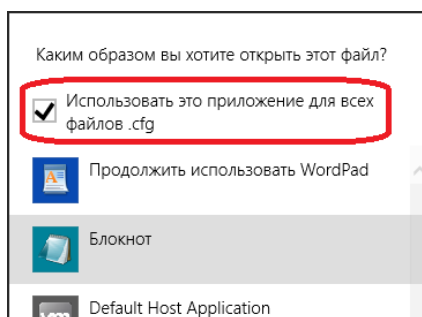

Рисунок 27 – Флаг «Использовать это приложение для всех файлов .cfg»
**Совет!!!** В данном меню можно установить флаг «Использовать это приложение для всех файлов .cfg» (рисунок 27). После чего файлы с расширением по умолчанию будут открываться приложением «Блокнот», что очень удобно.